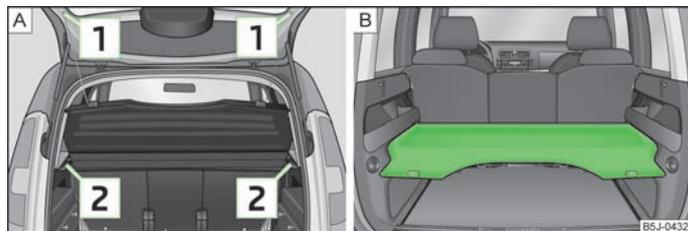

Fig. 45 Démontage de la tablette de coffre à bagages / Tablette de coffre à bagages en position inférieure
- Décrocher les sangles de retenue  » fig. 45.
Vous pouvez également mettre le couvre-bagages en position inférieure sur les éléments d'appui » fig. 45 - B.